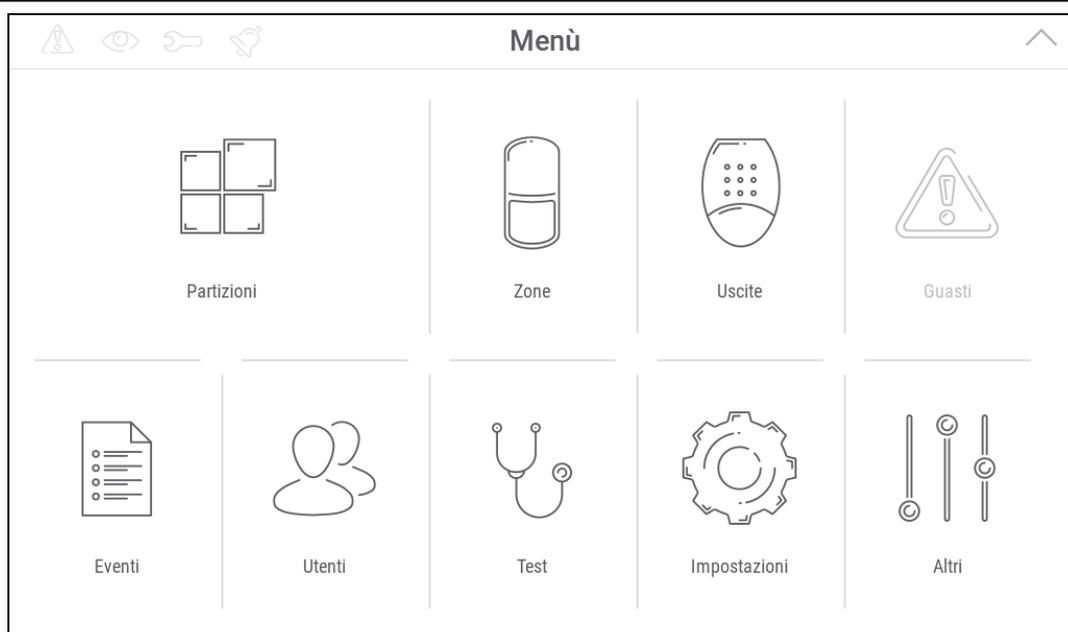

Fig. 4. Schermata generale del menù utente.
3. Immettere il codice installatore (default: 12345) e toccare . Si apre il menu dell'utente (Fig. 4).